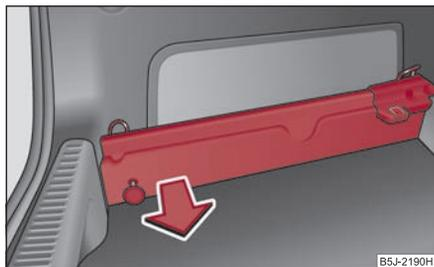

Fig. 85 Maletero: Retirar las guías portantes
- Coger la guía portante (A) ⇒ fig. 85 y sacarla tirando de ella en sentido de la flecha. Para desmontar la guía portante del otro lado del maletero, proceda del mismo modo.